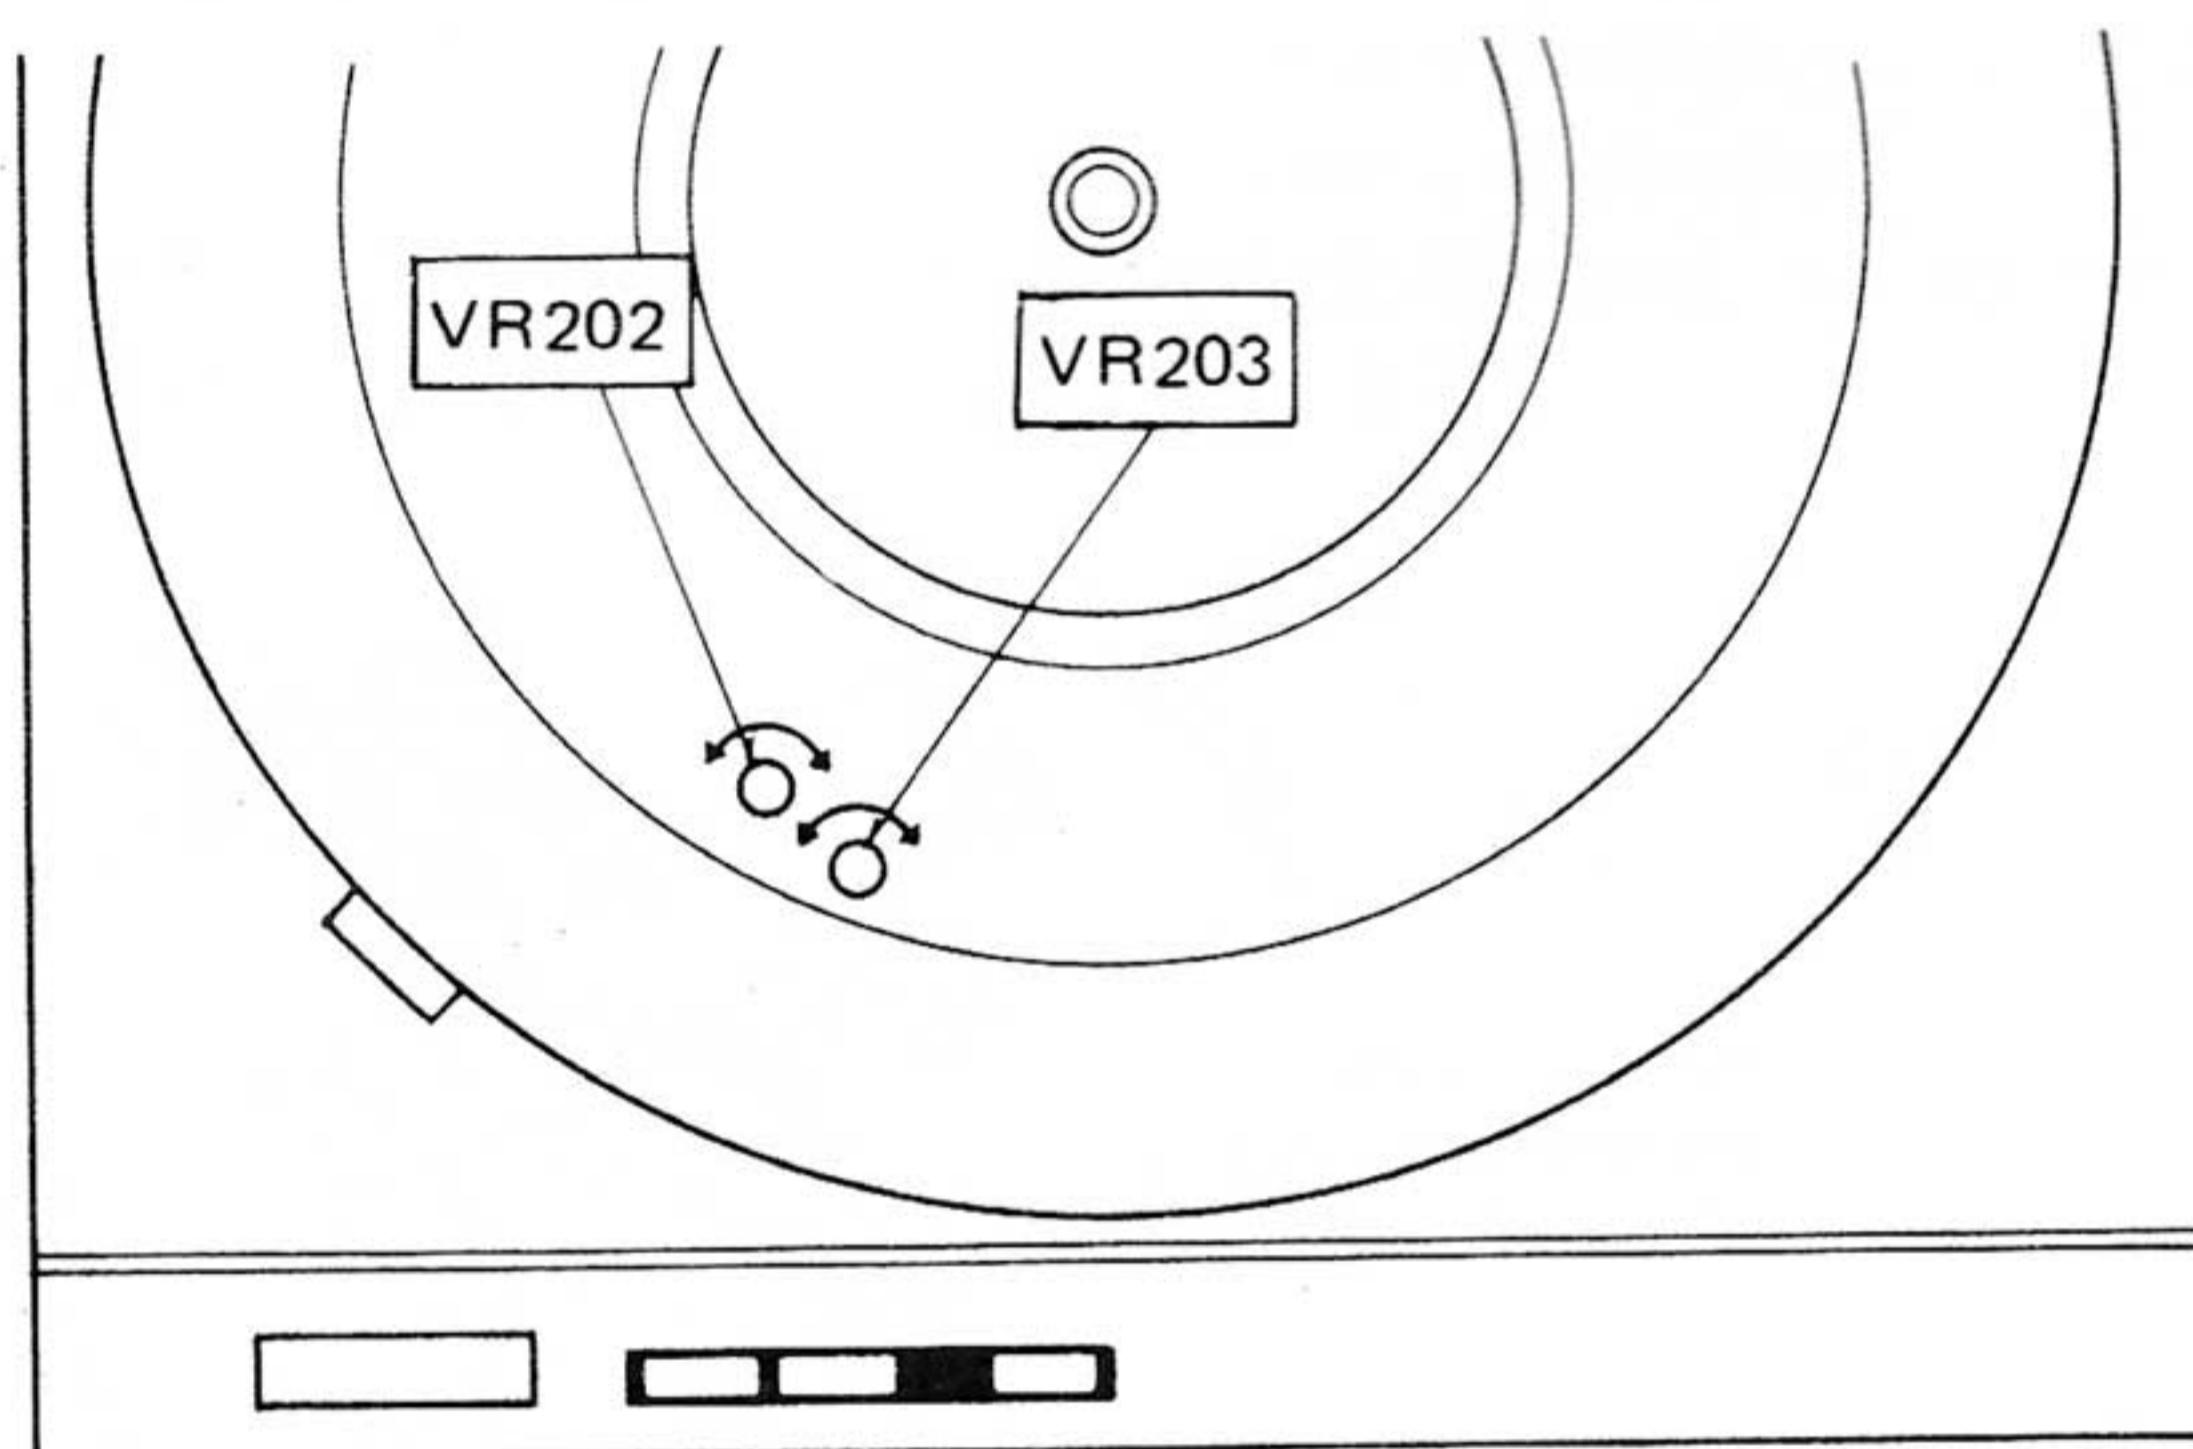

Fig. 15
Note: Be sure to perform the adjustment of 45 r.p.m. first. As a simple method, it is also possible to adjust VR202 and VR203, removing the turntable. (See Fig. 15)
(Abb. 15)
10. Eine einfache mögliche Methode besteht darin, VR202 und VR203 nach Entfernen des Plattentellers zu justieren. (Siehe Abb. 15)
10. Comme méthode plus simplifiée, il est possible aussi d'ajuster VR202 et VR203 en retirant la platine. **(Voir Fig. 15)**